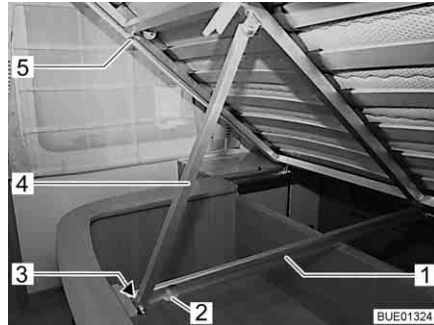

Fig. 127 Letto fisso
- Sollevare il telaio portamaterasso (Fig. 127,5) e spingerlo in alto fino a che il puntello (Fig. 127,4) spostandosi sulla guida (Fig. 127,1) arriva fino in fondo (Fig. 127).
- Sollevare il telaio portamaterasso (Fig. 127,5) e spingere indietro il puntello (Fig. 127,4) sull'estremità inferiore. Durante questa operazione verificare che il rullo di scorrimento (Fig. 127,3) sull'estremità del puntello non salti fuori dalla guida (Fig. 127,1) al momento dell'apertura per il prelievo (Fig. 127,2).